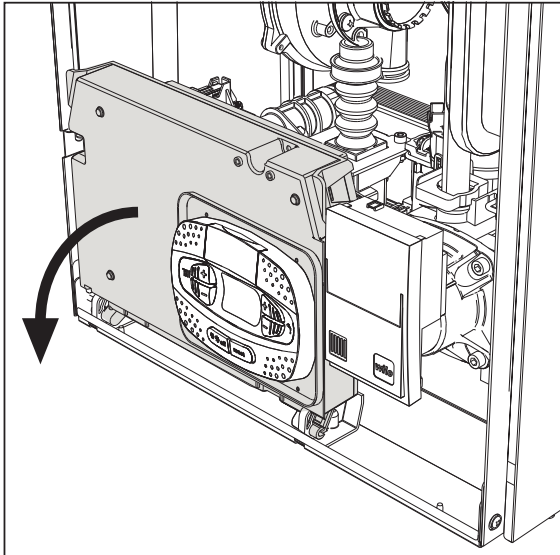
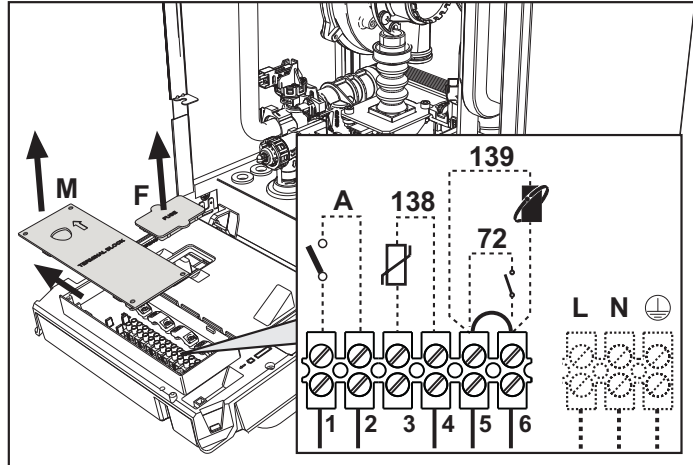

fig. 19
fig. 20
Tras quitar el panel frontal ( \*\*\* 'Apertura del panel frontal' on page 82 \*\*\*), es posible acceder a la regleta de conexión (M) y al fusible (F) según las indicaciones siguientes (fig. 19 e fig. 20). **Los bornes indicados en la fig. 20 deben tener contactos secos (no 230V).** La posición de los bornes para las diferentes conexiones también se ilustra en el esquema eléctrico de la fig. 62.